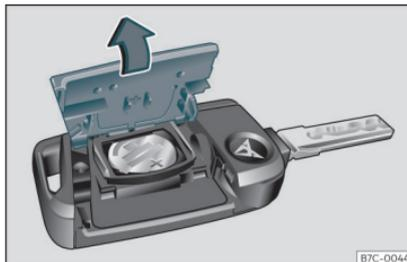

Fig. 72 Chiave del veicolo: aprire il coperchio del vano della batteria.
- Togliere il coperchio della parte posteriore della chiave del veicolo >>> fig. 72 nella direzione indicata dalla freccia >>> ⓘ.
• Collocare il coperchio come illustrato >>> **fig. 72** e inserirlo nel vano batteria nella direzione contraria a quella indicata dalla freccia.